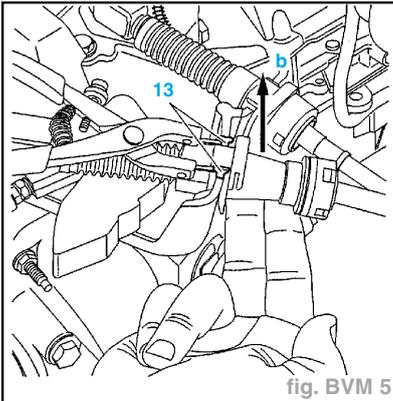

fig. BVM 5
- fermer et reserrer l'agrafe (13) à l'aide d'une pince à circlips (fig. BVM 5),